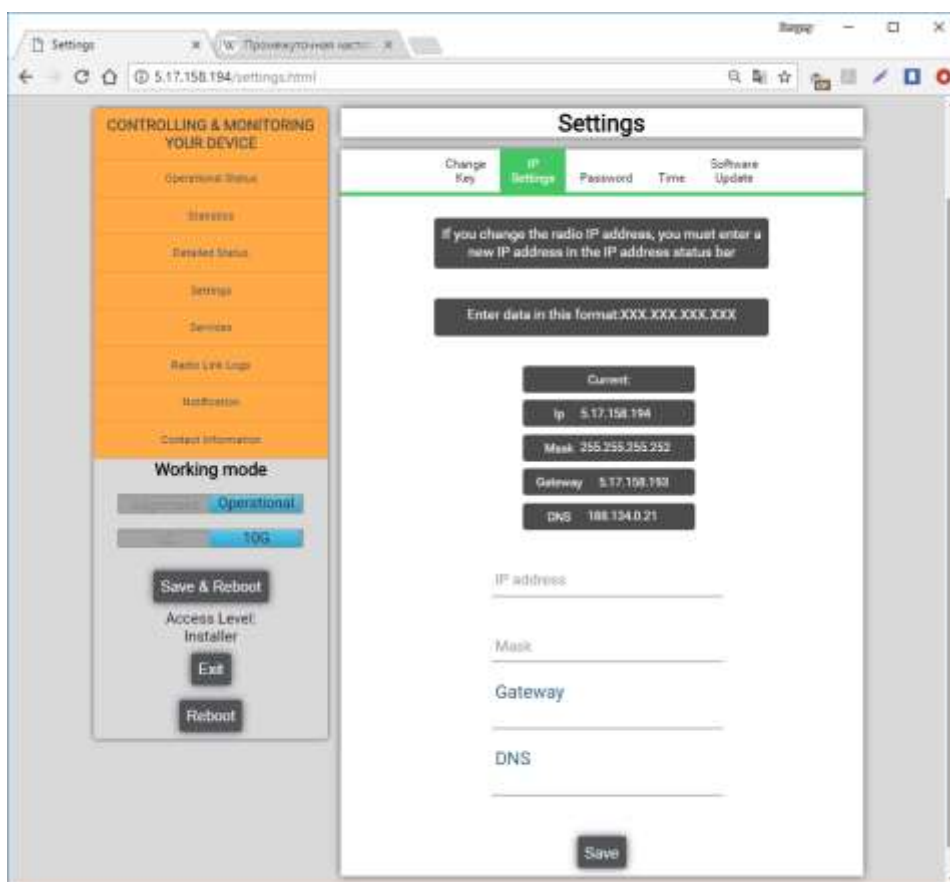

Рис. 6.3
- Чтобы изменить пароль, выберите в этом меню (рис. 6.3) вкладку **Password**. Введите новый пароль и его подтверждение, нажмите кнопку **Save**. Сохраните новый пароль в надежном месте (на диске, в облаке, в журнале работ и т.п.) согласно регламенту вашей организации. Утерянный пароль можно восстановить на пароль по умолчанию через обращение в службу сервиса ООО «ДОК».
- Чтобы изменить **IP адрес** модуля мониторинга станции, выберите пункт **Settings** (Установка) в левом меню и щелкните по вкладке **IP Settings** (см. рис. 6.3). Измените IP-адрес, маску сети, шлюз и DNS приемопередатчика со значения по умолчанию на требуемые значения. Нажмите кнопку **Save** для подтверждения.